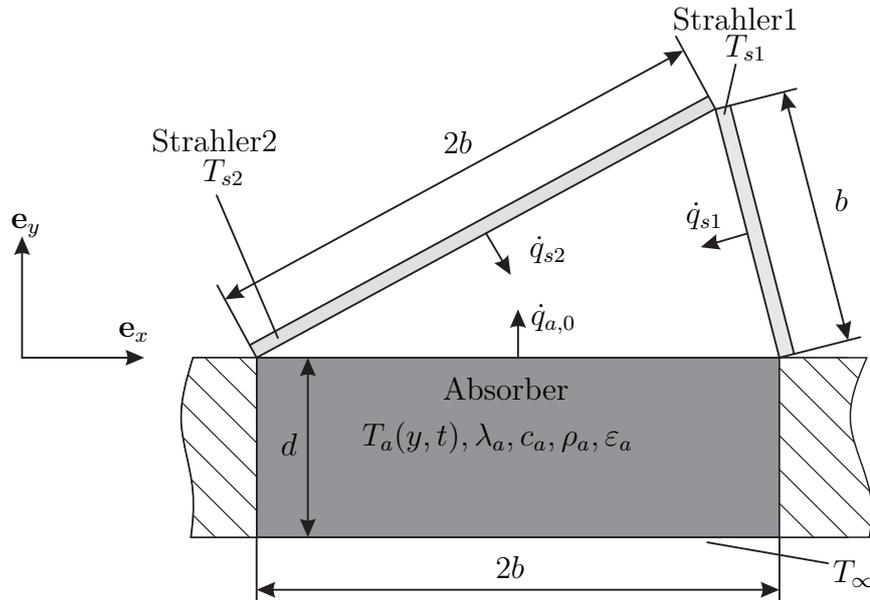

Abbildung 2: Strahler mit Absorber.
4. Der in Abbildung 2 dargestellte Absorber (Dicke  $d$ , Breite  $2b$ , Wärmeleitfähigkeit  $\lambda_a$ , Dichte  $\rho_a$ , spezifische Wärmekapazität  $c_a$ , Emissivität  $\varepsilon_a$ ) soll über dessen Oberseite durch zwei schwarze Strahler, mit den Breiten  $b$  und  $2b$  und den Temperaturen  $T_{s1}$  und  $T_{s2}$ , mittels thermischer Strahlung erwärmt werden. Der Absorber ist am linken und rechten Rand perfekt isoliert. Die Temperatur besitzt eine von der  $x$  Koordinate unabhängige Verteilung und entspricht an der Unterseite des Absorbers der konstanten Temperatur  $T_\infty$  auf. Betrachten Sie den Aufbau als zwei-dimensionale Struktur.